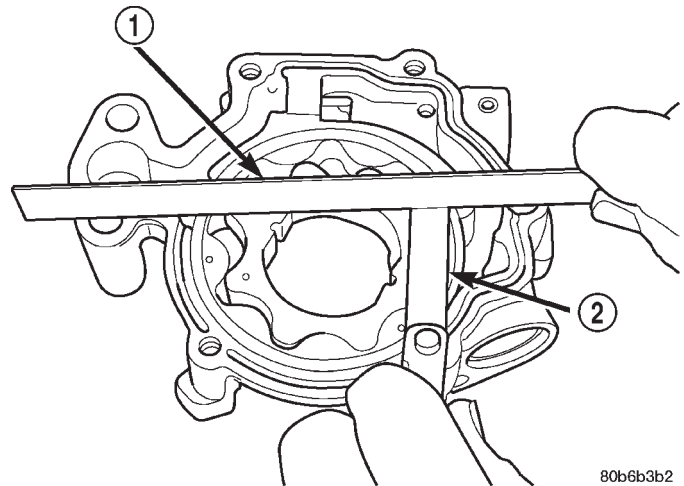

Abb. 134 Messen des Spiels über den Rotoren
(8) Haarlineal zwischen den Schraubenbohrungen auf das Pumpengehäuse legen. Läßt sich eine Fühlerlehre von 0,095 mm (0,0038 Zoll) oder mehr zwischen Pumpenrädern und Haarlineal schieben, muß die Pumpe ausgetauscht werden (Abb. 134).